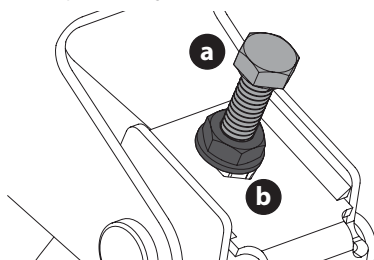

Figura 35
3. Ubique los pernos de ajuste (a) del lado izquierdo y derecho de la plataforma (Figura 35).
4. Afloje pero no extraiga las contratueras (b) en el perno de ajuste. Ajuste el perno de ajuste derecho o izquierdo arriba o abajo según sea necesario hasta que la altura de un lado u otro sea equivalente (Figura 35).
5. Cuando se logre el ajuste correcto, vuelva a apretar las contratueras (b). Ajuste hasta 200 pulgadas-libras (23 N-m) (Figura 35).